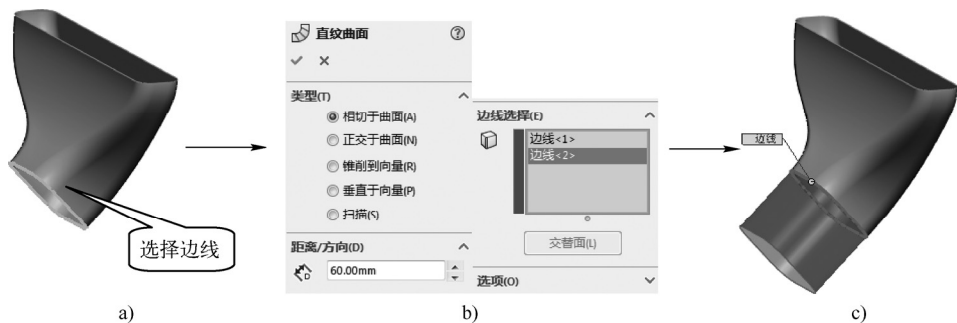

图 5-48 “相切于曲面”方式创建直纹曲面的操作
- 相切于曲面: 此类型生成的直纹曲面与共享一条边线的曲面相切,如图 5-48 所示(此时通过“直纹曲面”属性管理器中的文本框可以设置直纹曲面延伸的长度)。